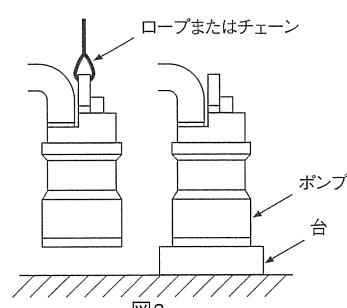

図3
- (1) 運転ならびに据付時はケーブルを絶対に引っ張らないでください。取手または取手にロープを取り付けて行ってください。
- (2) ポンプはなるべく立置でご使用ください。土砂の流入が多い場合や、ストレーナが埋没するような土砂の場合は、ポンプを強固なロープまたは、チェーンで吊るすか台の上にポンプを置いてください。（図3）
- (3) 土砂の多い場所で連続漏水運転を行いますと、ポンプが短期間に摩耗することがあります。水の集まりやすい場所を選んでお使いください。
- (4) 配管および据付時にポンプを壁などにぶつけたり落とさないようにしてください。
- (5) 配管末端は水中に入れないと逆流します。
- (6) ケーブルは車のタイヤ等で踏まないように設置してください。
- (7) 排水槽はコンクリートのカス、紙、布、ビニール等が残らないように十分清掃してください。
- (8) 吐出し用配管はポンプ径と同径のものを使用してください。ポンプ口径より小さい配管を使用しますと配管による損失水頭が増大し吐出し量が減少します。またポンプ口径より大きい配管を使用しますと配管内に土砂などが溜まり、土砂詰まりの原因となりますのでご注意ください。